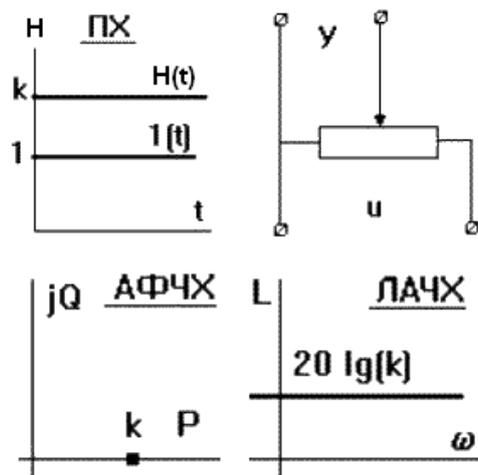

Рис.7. Характеристики безынерционного звена
1. Безынерционное (пропорциональное, усилительное) звено. В любой момент времени выходная величина звена пропорциональна входной с коэффициентом пропорциональности k (рис. 7):